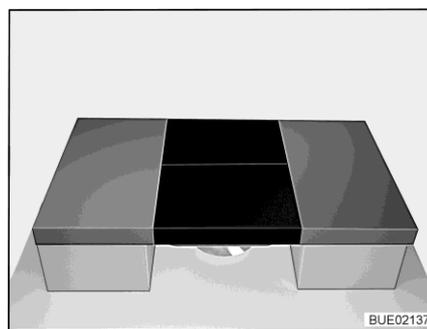

Fig. 157 Dopo la trasformazione
- Posizionare due cuscini aggiuntivi sul tavolo (vedi Fig. 157).